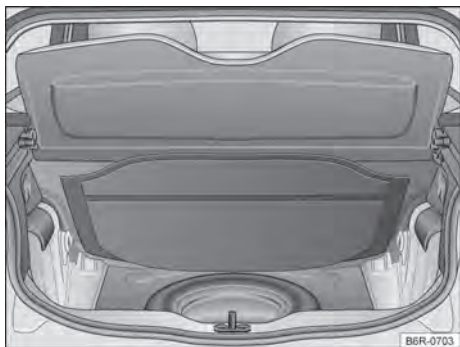

Fig. 131 No compartimento de bagagem embaixo do revestimento do assoalho: roda de emergência e ferramentas de bordo.
As ferramentas de bordo e a roda de emergência estão localizadas no compartimento de bagagem embaixo do revestimento do assoalho → Fig. 131.
- Levantar o revestimento do compartimento de bagagem → Fig. 131.